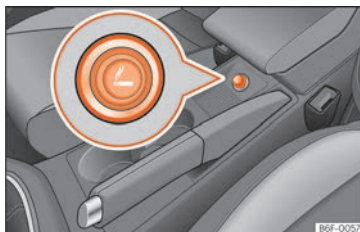

Abb. 161 Zigarettenanzünder.
- Zur Betätigung Zigarettenanzünder »» **Abb. 161** hineindrücken »» ⚠.